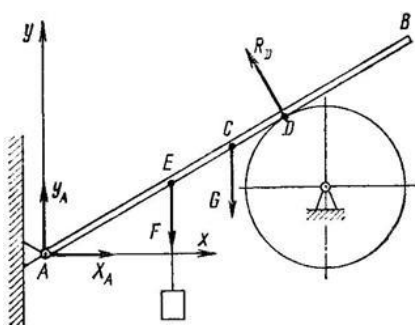

Рисунок 11
2. Однородный брус АВ (рис. 11) весом $G = 250$ Н прикреплен к стене при помощи шарнира А и в точке D опирается на гладкий цилиндр. В точке Е к бруску подвешен груз $P = 800$ Н. Определить реакцию цилиндра и шарнира, если $AE = 1,2$ м; $AC = BC = 1,5$ м; $AD = 1,7$ м и $\angle BAx = \alpha = 40^\circ$.